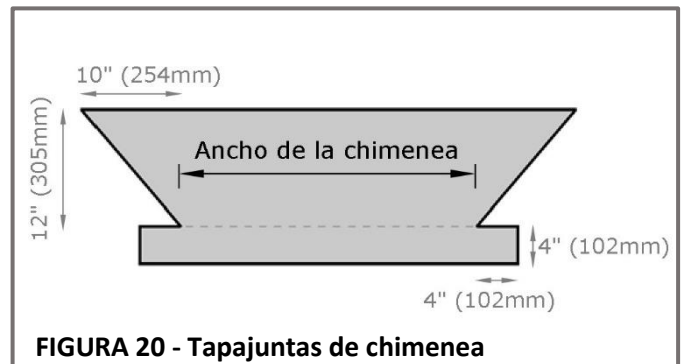

FIGURA 20 - Tapajuntas de chimenea
- Instale un tapajuntas de delantal en el frente de la chimenea. Instale tapajuntas escalonado a lo largo de los laterales. Para obtener más detalles, consulte la sección **TAPAJUNTAS DE PARED VERTICAL**. Para conocer las dimensiones recomendadas, vea la **Figura 20**.